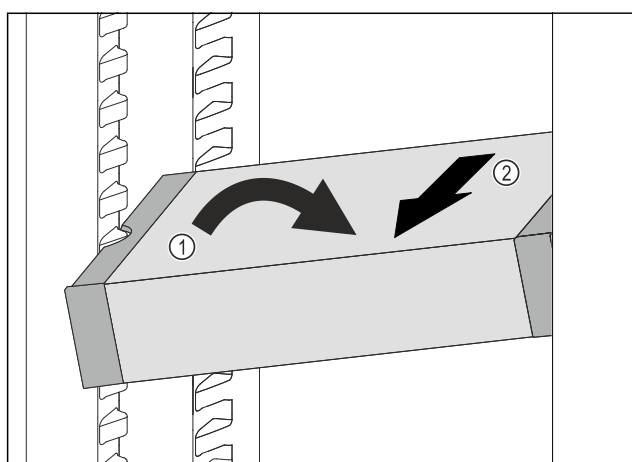

Fig. 85
- Impostare il vano frigorifero di VarioSafe ad angolo. Fig. 85 (1)
- Rimuovere VarioSafe tirando in avanti. Fig. 85 (2)